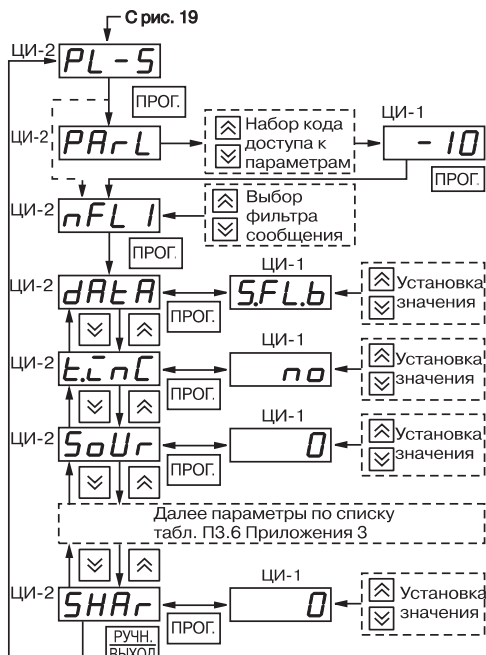

Рис. 26. Схема установки программируемых параметров на уровне PL-5
7.2.10. Уровень **PL-5** содержит программируемые параметры необходимые для организации работы ТРМ138 в сети. Перечень параметров приведен в табл. П3.6, схема установки – на рис. 26.